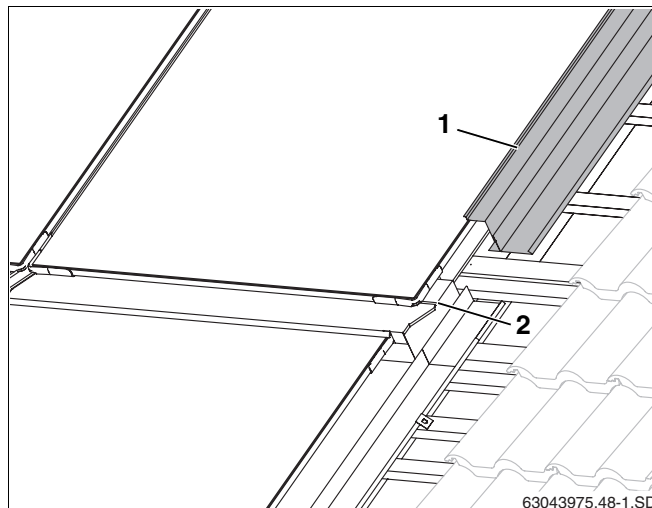

Fig. 54 Chapa protectora lateral, fila superior
- Monte las chapas protectoras laterales superiores (fig. 54, **pos. 1**) como las inferiores (cap. 10.2 "Chapas protectoras laterales").
- Deslice las chapas protectoras laterales sobre la unión de la chapa protectora central (fig. 54, **pos. 2**).